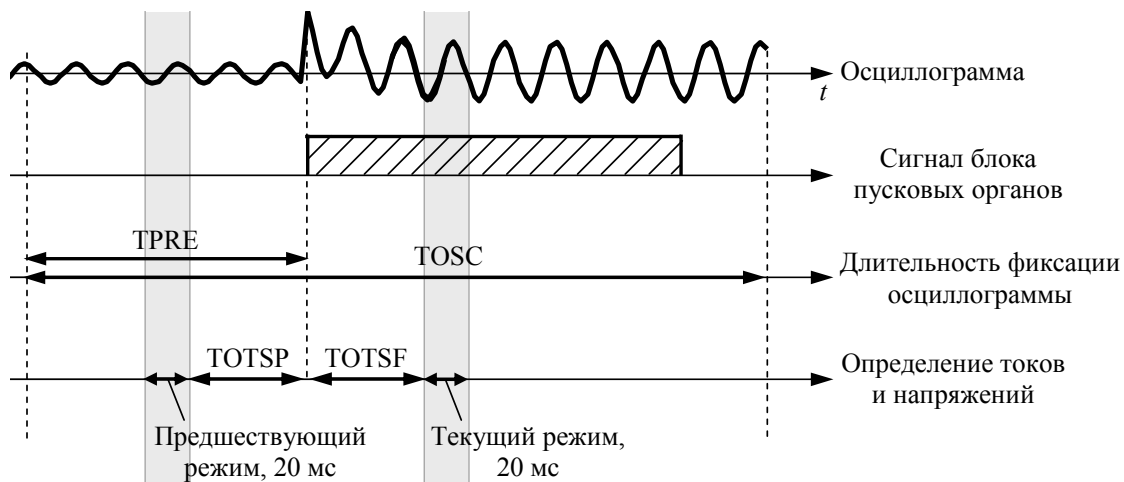

Рис. 1.3.2
1.  $N2 = 1$ . Пуск по сигналу блока **пусковых органов** (Рис. 1.3.2). Пуск регистрации осуществляется при появлении сигнала блока пусковых органов.